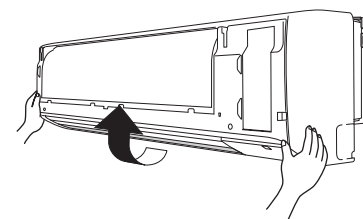

Fig. 3-16
- (6) Ruotare la griglia in direzione della freccia e rimuoverla tirandola verso di sé. (Fig. 3-16)